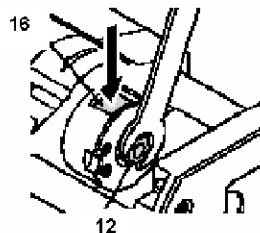

Рис. 6
1. Отключите изделие от электросети и положите его так, как показано на рис.6. Снимите пылеотвод.
3. Зафиксируйте вал шпинделя, нажав на стопор **16** по стрелке (см. рис.6), и, с помощью входящего в комплект поставки ключа, надежно затяните гайку цанги **12**.